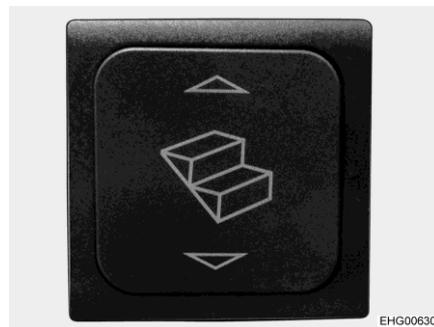

Fig. 1 Conmutador de mando del escalón de entrada
- Pulsar el interruptor basculante (Fig. 1) por abajo hasta que esté completamente extraído el escalón de entrada.
- Pulsar el interruptor basculante (Fig. 1) por arriba hasta que haya introducido completamente el escalón de entrada.